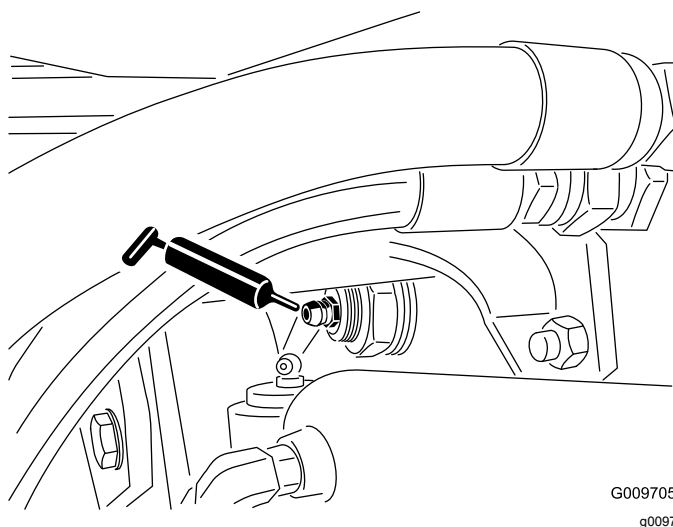

Figure 20
- Bagues de pivot de pont arrière (2) (Figure 20).